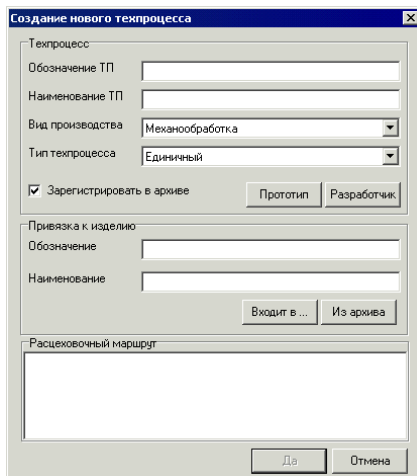

Рис. 5. Диалог создания ТП
1. По команде Новый техпроцесс, или по команде всплывающего меню Новый техпроцесс, или по кнопке Создать новый техпроцесс главного меню программы проектирования ТП отображается следующий диалог (рис. 5)